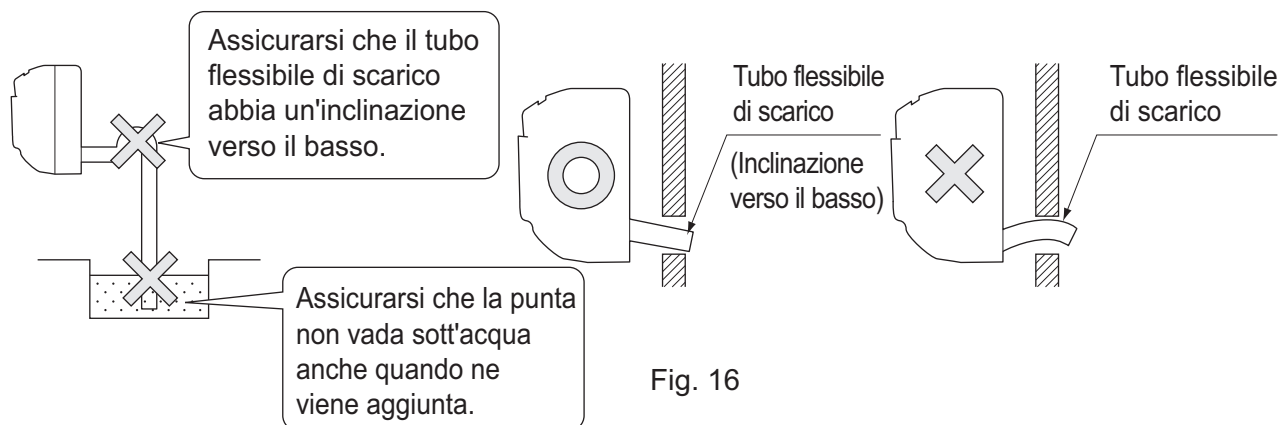

Fig. 16
(1) Installare la tubazione di scarico. (Fare riferimento alla Fig. 16)
- Durante la posa in opera dello scarico, prestare attenzione ai punti indicati nella Fig. 16.